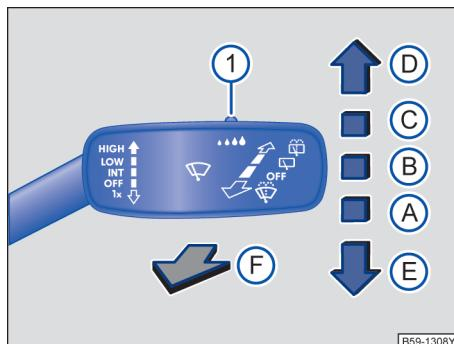

图 115 操作车窗玻璃刮水器
- ① OFF 车窗玻璃刮水器已关闭。
- ② INT 对车窗玻璃进行间歇刮水。
- ③ LOW 慢速刮水。
- ④ HIGH 快速刮水。
- ⑤ 1x 点动刮水 – 短促刮水。
- ⑥ 拉住操作杆时用于清洁前车窗玻璃的刮水和自动清洗功能。
- ⑦ 后风窗刮水器间歇刮水。风窗刮水器约每 6 秒钟刮一次。
- ⑧ 将操作杆拨至该位置，系统立即启动清洗/刮水功能，清洗后风窗。
- ⑨ 使用开关→图 115 ① 调节雨量传感器的灵敏度。
① 提示